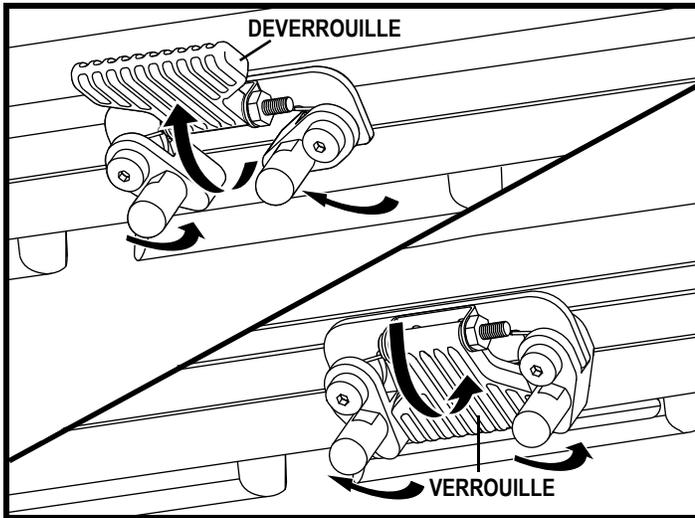

Figure 15. Loquet de sécurité
3. Basculez le loquet vers le bas. Voir la figure 15.